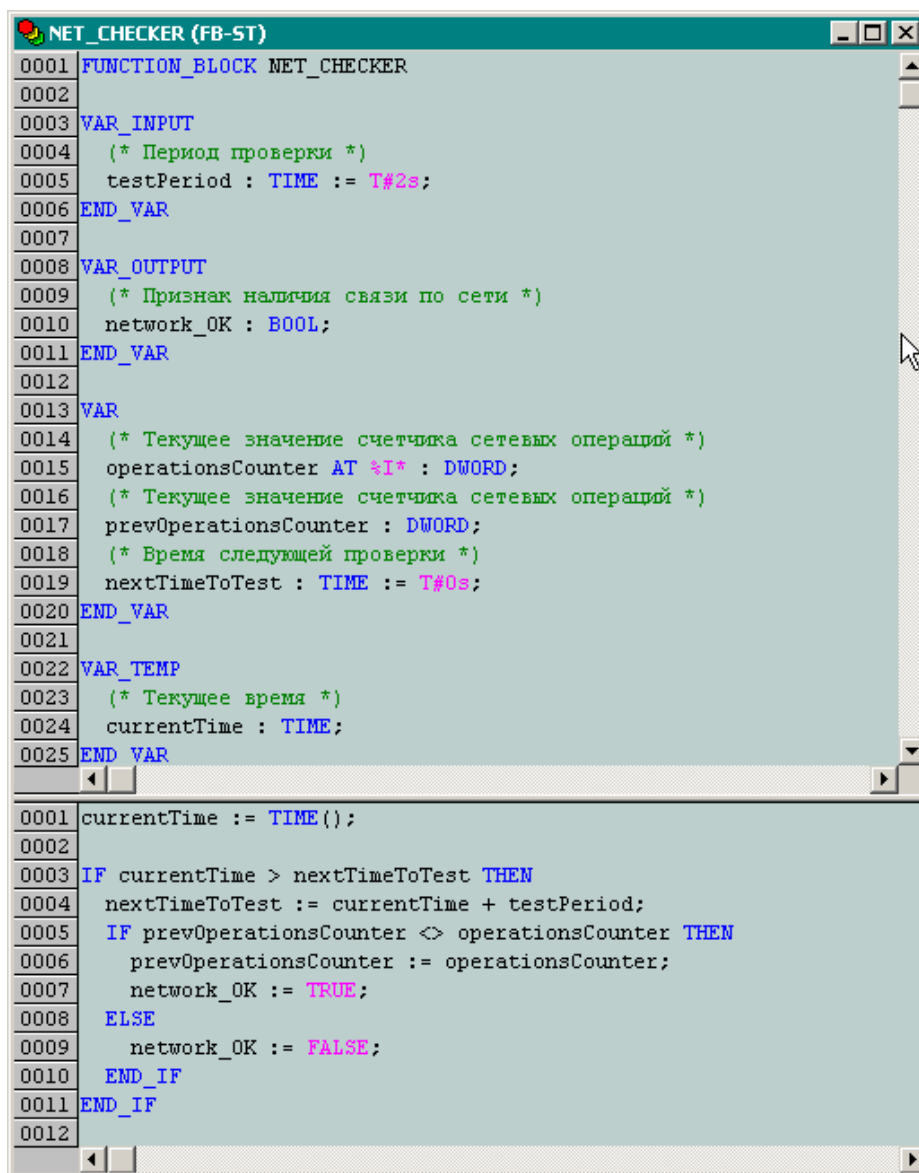

Рис. 44. Исходный текст функционального блока контроля наличия связи
- Для контроллеров CPM711/712/713 в окне редактора исходного текста блока введите декларации переменных блока и реализацию алгоритма блока, как показано на рис. 44. Входная переменная блока *operationsCounter* представляет недоопределенную ссылку на область входных данных образа процесса, которая должна быть доопределена для каждого экземпляра данного функционального блока в ресурсе *VAR_CONFIG* следующим образом: